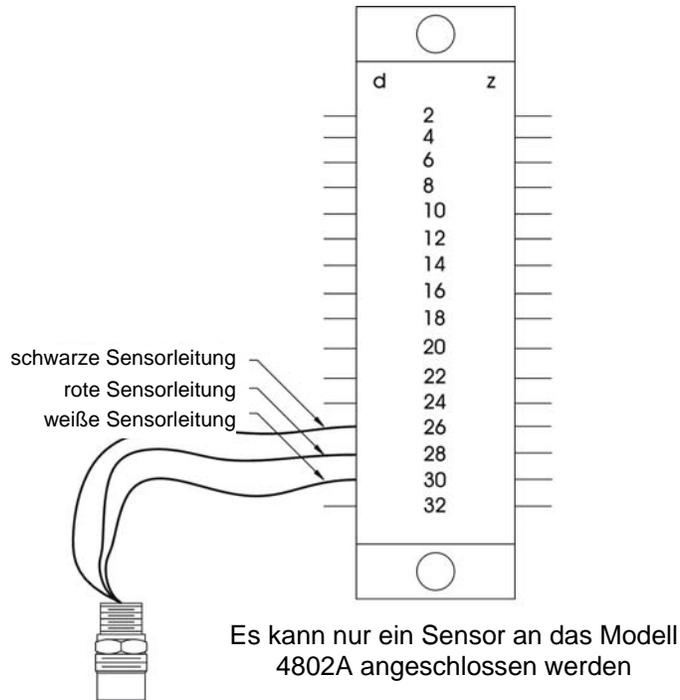

Abbildung 31 - Sensor/Kontroller-Anschlüsse
Abbildung 31 zeigt die Sensor/Kontroller-Anschlüsse.
- Der Eingang für den katalytischen Sensor ist für eine dreidrigige Leitung für den katalytischen Sensor von General Monitors gedacht, siehe Abbildung 31.